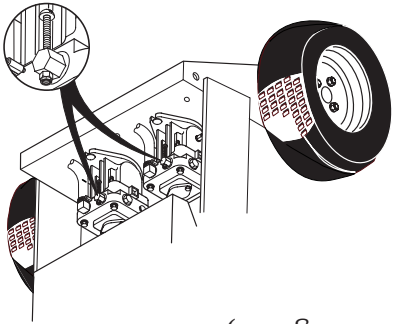

Figura 1. Válvulas de descarga
11. Para "rodar libremente" o mover la máquina con el motor apagado, gire las palancas de la válvula de descarga ubicadas en la parte posterior de las bombas contra el sentido del reloj hasta las posiciones de "rodar libremente". Para operar la máquina, las palancas de la válvula de descarga deben girarse en el sentido del reloj hasta las posiciones de cerrado. (Vea la Figura 1).